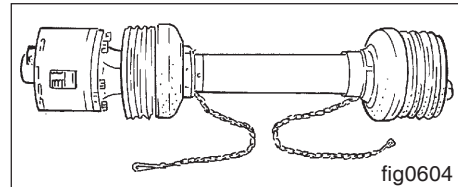
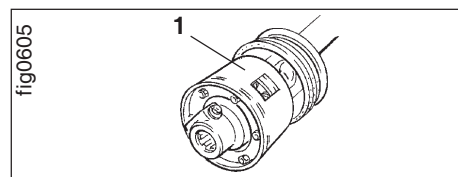
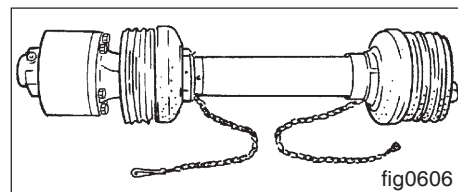
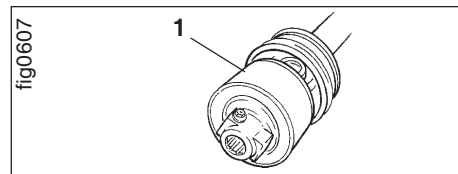

Fig. 6.4
Fig. 6.5
Fig. 6.6
Fig. 6.7
Gelenkwelle W 2500 (Fig. 6.4) mit Reibkupplung EK 96/4 R (Fig. 6.5/1) oder Gelenkwelle W 2500 (Fig. 6.6) mit Nockenschaltkupplung EK 64/2 R (Fig. 6.7/1).
1. **Vor dem Ersteinsatz und nach längeren Stillstandszeiten Reibkupplung EK 96/4 R (Fig. 6.5/1) "lüften". Die hierzu erforderlichen Arbeitsgänge sind in Kap. 19.9 beschrieben.**
Reibkupplung EK 96/4 R (Fig. 6.5/1):
EK 64/2 R (Fig. 6.7/1) und